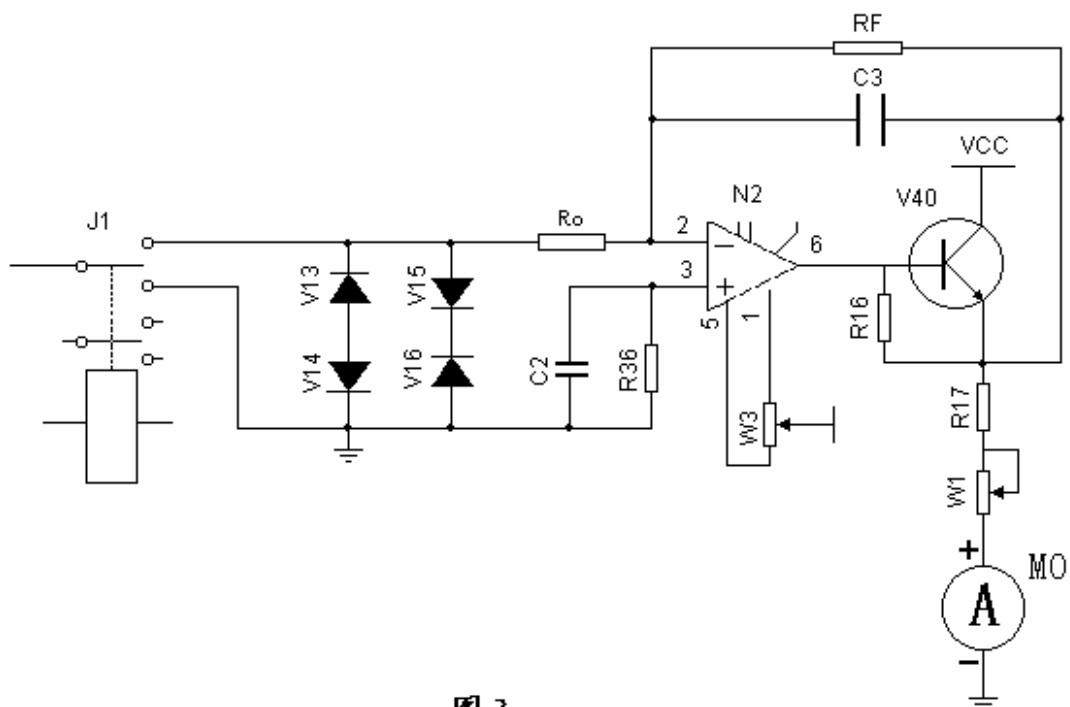

图3
- 1、测量放大器：见图3，由 N_2 、 V_{40} 、 R_0 、 R_f 组成100倍反相比拟放大器。由于有较深的负反馈，漏电流表的读数有良好的线性和很小的零飘，所以仪器面板不设置调零。用户可在定期计量或检修时进行检查，必要时调整仪器内的电位器 W_3 、 W_1 予以满足。